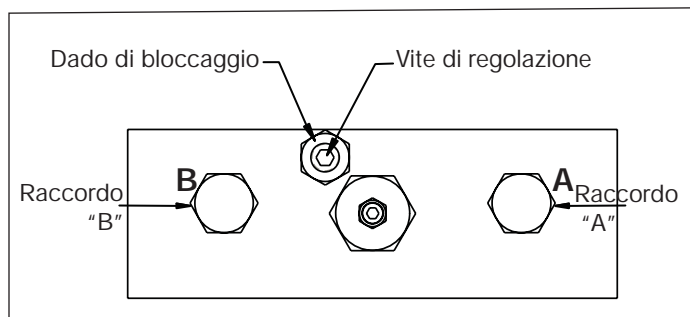

Figura 11, Dettagli di regolazione, Valvola di limitazione della pressione del lato di ritorno
3. Per permettere la regolazione, allentare il dado di bloccaggio della vite di regolazione sulla valvola di limitazione della pressione del lato del ritorno (vedere la figura 11).